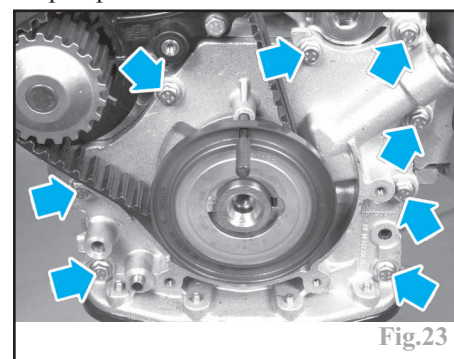

Fig.23
- les huit vis de la pompe à huile en bout de vilebrequin (Fig.23).